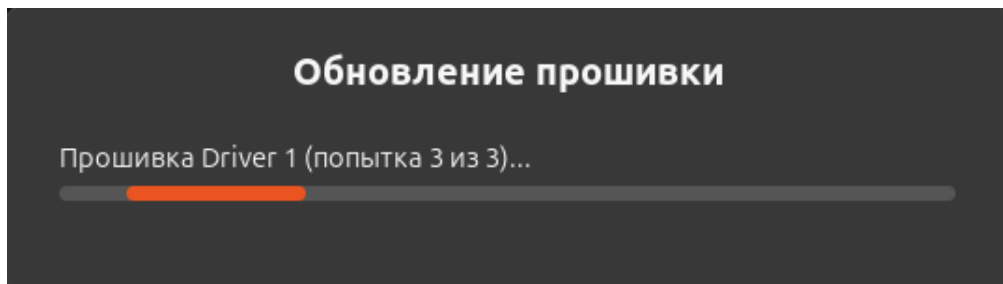

Рисунок II-69 – Уведомление об обновлении
- 6) После восстановления устройства обновление прошивки запустится автоматически (см. Рисунок II-69).